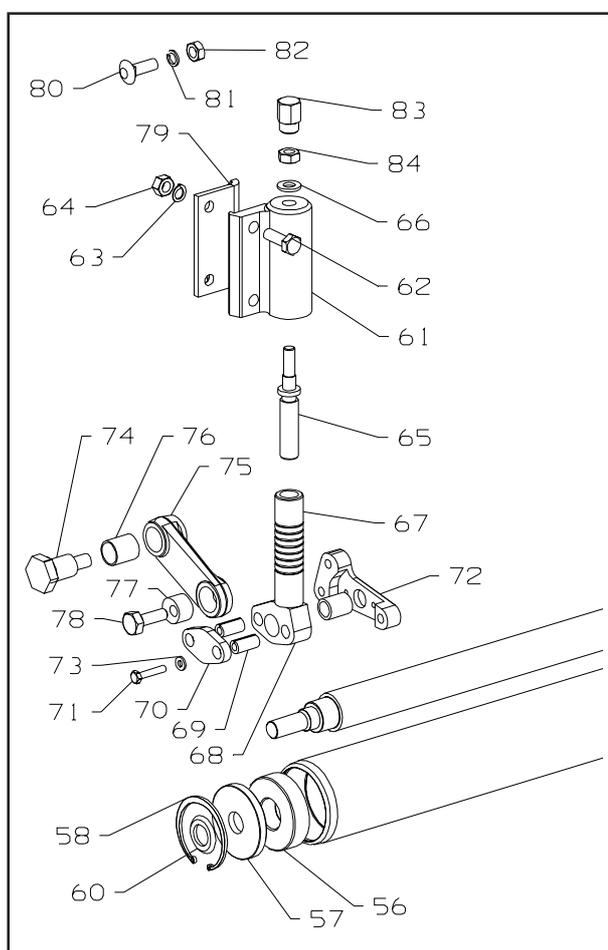

Fig.5
KLIPPEHØJDE (FIG. 5 & 5)
1. Skru de to skruer ud (78 Fig.5), som holder excenterbøsningen i håndtaget.
2. Drej justeringsskruen (83 Fig.5) bag på enheden med uret for at reducere klippehøjden eller mod uret for at øge klippehøjden.
3. Efter justering spændes skruerne til (78 Fig.5).